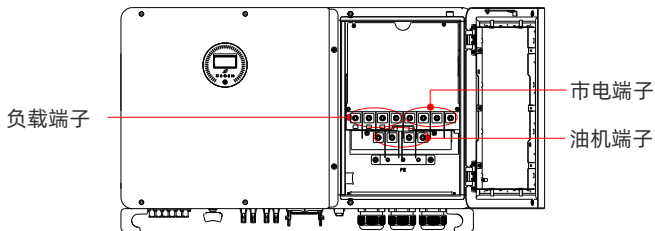

图6.11 AC端子接线位置及示意图
3. 根据标签说明完成主功率线缆连接，标签和AC端子位置如图6.11所示